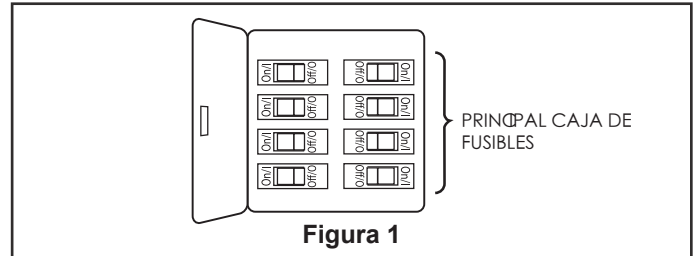

Figura 1
1. Extraiga la pieza de la bola colgante de la unidad de la bola colgante / varilla aflojando el tornillo de presión de la bola colgante hasta que la bola se libere de la varilla. Retire el pasador del barral y luego extraiga la semiesfera. Conserve el pasador y la semiesfera para su reinstalación en el Paso 6. (Figura 1)
Para evitar posibles descargas eléctricas, asegúrese de que la electricidad esté desconectada en la caja de fusibles principal antes de colgar el ventilador. (Figura 1)
Para evitar una posible descarga eléctrica, asegúrese de cortar la alimentación eléctrica de la caja de fusibles principal antes de alambrado el ventilador. (Figura 1)